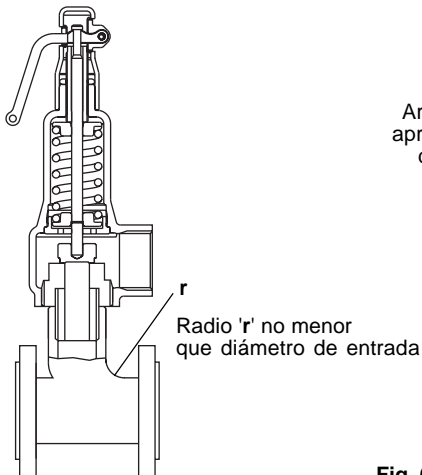
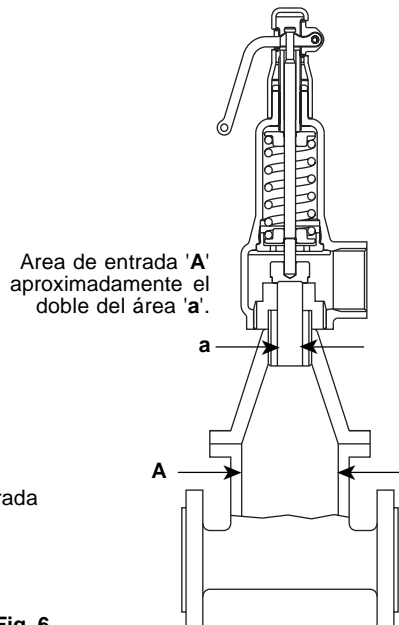

Fig. 5
Fig. 6
- 5.4** La tubería de entrada nunca debe ser un diámetro inferior al de la válvula (ver Fig. 5 y Fig. 6).
La conexión de la tubería de entrada no deberá ser más pequeña que la válvula. (Ver Fig. 5 y 6).